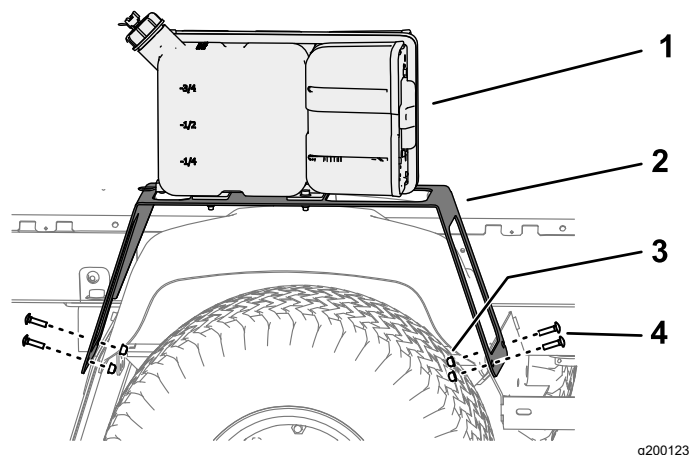

Рисунок 6
3. Совместите отверстия в передней части опорного кронштейна с отверстиями в кронштейне крыла и крыле (Рисунок 6).
4. Прикрепите опорный кронштейн к кронштейну крыла и крылу с помощью 2 каретных болтов (5/16 x 1-1/4 дюйма) и 2 фланцевых контргайек (5/16 дюйма), как показано на Рисунок 6.
брызговике, кронштейне крыла и крыле (Рисунок 6).
6. Прикрепите опорный кронштейн к брызговику, кронштейну крыла и крылу с помощью 2 каретных болтов (5/16 x 1-1/4 дюйма) и 2 фланцевых контргаек (5/16 дюйма), как показано на Рисунок 6.